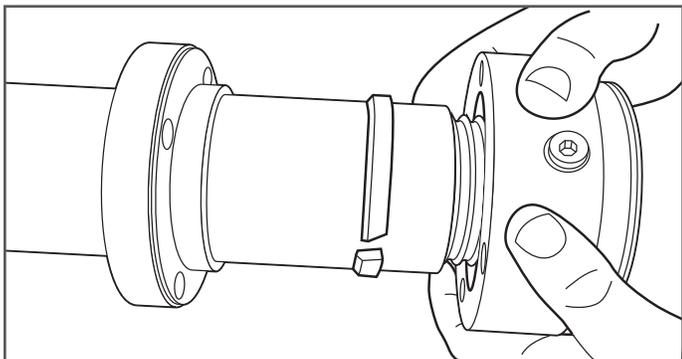

Figure 8-7
7. Déposez la partie centrale du raccord DoubleTrac® (Figure 8-7).